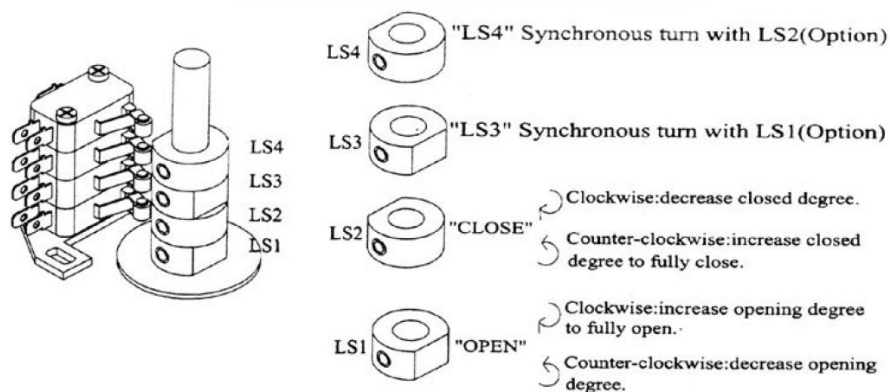

Figura 4: Límite de los interruptores LS1, LS2, LS3 y LS4
- .....se encuentren casi en el mismo ángulo de posición de rotación (véase Figura 4)